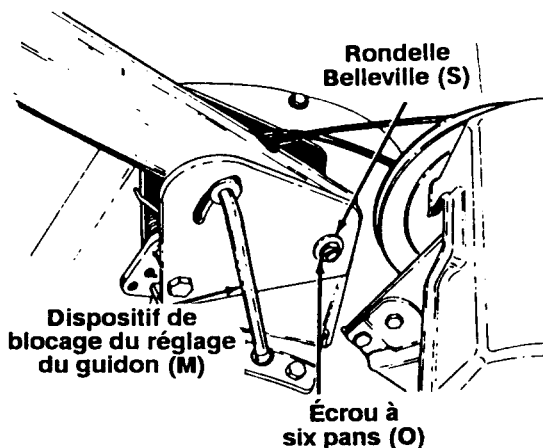

FIGURE 5
13. Attachez la base du guidon avec une rondelle Belleville (S) (côté crénelé contre le support de pivotement) et un écrou à six pans (O) sur le boulon hex. (N). Ne serrez pas encore. Voir la figure 5.
14. Faites passer le dispositif de blocage du réglage du guidon (M) dans le support de pivotement du guidon et dans le guidon. Voir la figure 5. Vissez l'extrémité de la manivelle de réglage du guidon dans l'écrou à épaulement.